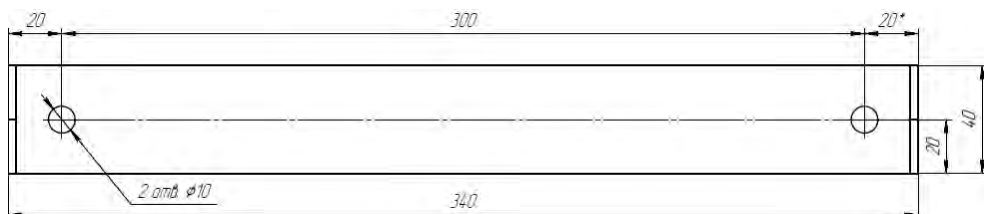

Рисунок 11.
6.1.11 Прибор должен навешиваться на закладную (входит в комплект поставки. Разметку стены под крепление закладной произвести согласно рис. 11.